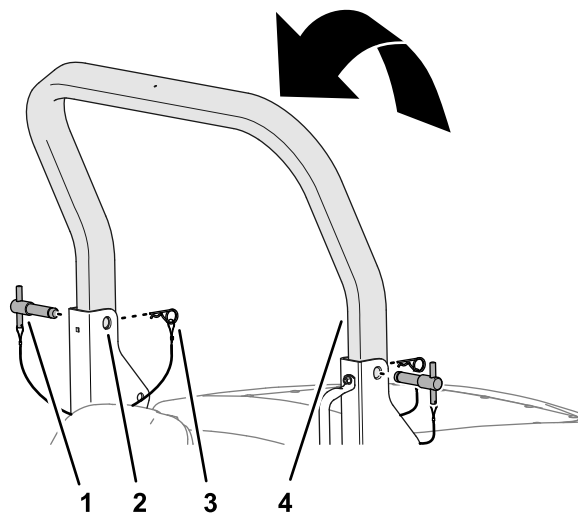

Figure 24
3. Tirez la partie supérieure de l'arceau de sécurité vers le haut jusqu'à ce que les trous de l'arceau de sécurité soient en face des supports de pivot (Figure 24).
4. Insérez les axes dans les trous supérieurs des supports de pivot et dans l'arceau de sécurité (Figure 24).
5. Fixez les axes de l'arceau de sécurité dans les supports de pivot avec les goupilles fendues (Figure 24).